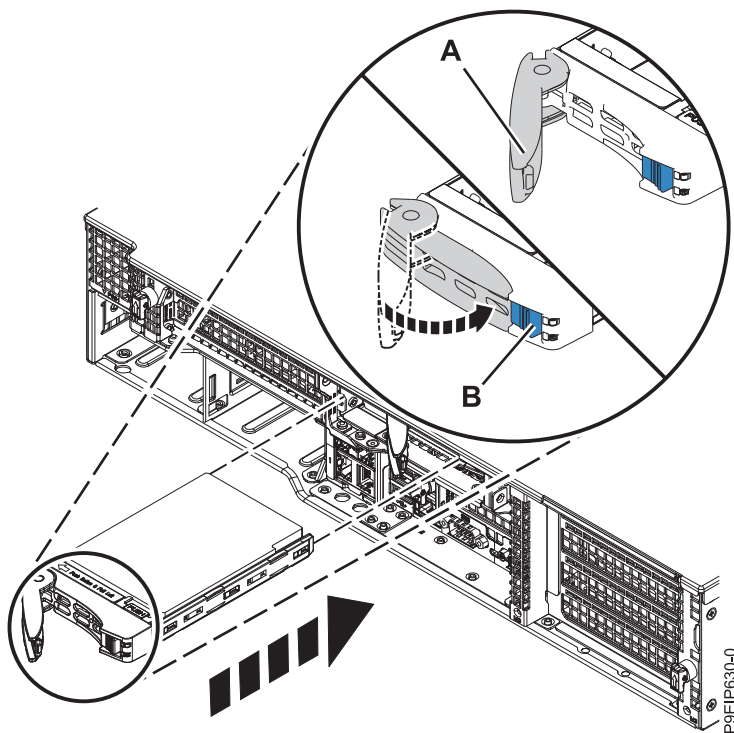

Figura 16. Detalhe da trava da unidade de disco
5. Trave a alça do compartimento de unidade (A) empurrando a liberação da alça até que ela trave em (B) conforme mostrado na Figura 16 na página 18.